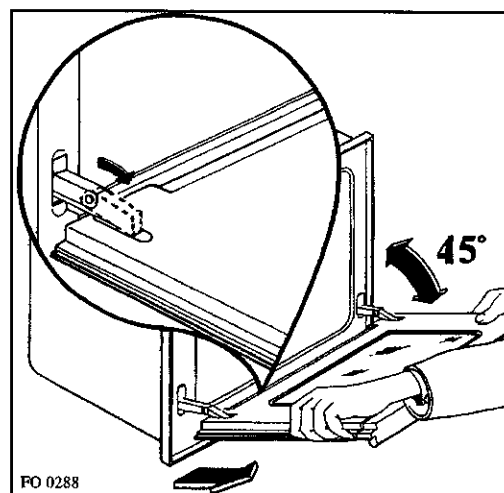

Fig. 5
- c) prenez la porte à deux mains (jamais par la poignée) et dégagez les charnières en soulevant légèrement la porte (fig. 5);